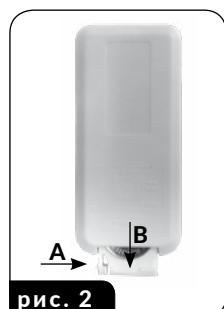

рис. 2
3. Регулярно удаляйте налет с ультразвукового преобразователя (при необходимости). Смочите мягкую салфетку смесью уксуса и воды и аккуратно приложите ее на несколько минут к преобразователю (3), а также к поверхности, на которой образовался налет. После удаления налета очистите очищаемые поверхности влажной салфеткой, смоченной только водой. Соблюдайте особую осторожность при чистке преобразователя, чтобы не повредить его механически.
4. Фильтр очистки воздуха (11) и керамический фильтр (8), по крайней мере, один раз в неделю промывайте под проточной водой, а затем тщательно высушите. Регулярная очистка фильтров позволит сохранить максимальную производительность прибора. Доступ к фильтру очистки воздуха (11) можно получить после снятия крышки (12), расположенной в нижней части основания (1). После очистки установите фильтры на свои места. Керамический фильтр следует менять раз в год, а фильтр очистки воздуха - в случае механического повреждения.
5. Пульт дистанционного управления питается от батарейки CR2025 напряжением 3 В. Чтобы получить доступ к батарейке, нажмите на кнопку блокировки (стрелка А на рис. 2), а затем извлеките контейнер (стрелка В на рис. 2). Обратите внимание на правильную полярность при установке.